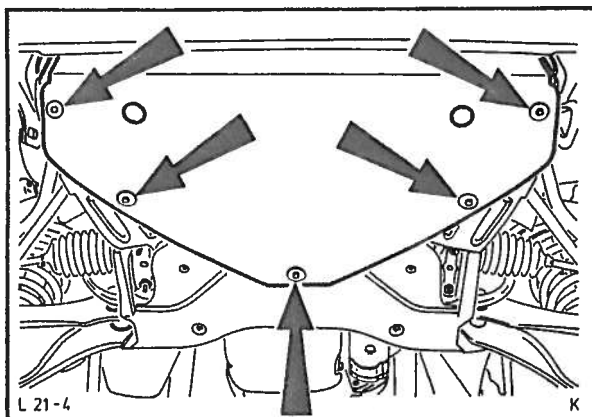

Fig. 92 Demontering av motorens søledeksel.
1. Kople fra batteriets godskabel og demonter motorens søledeksel nedenfra (5 bolter), fig. 92.